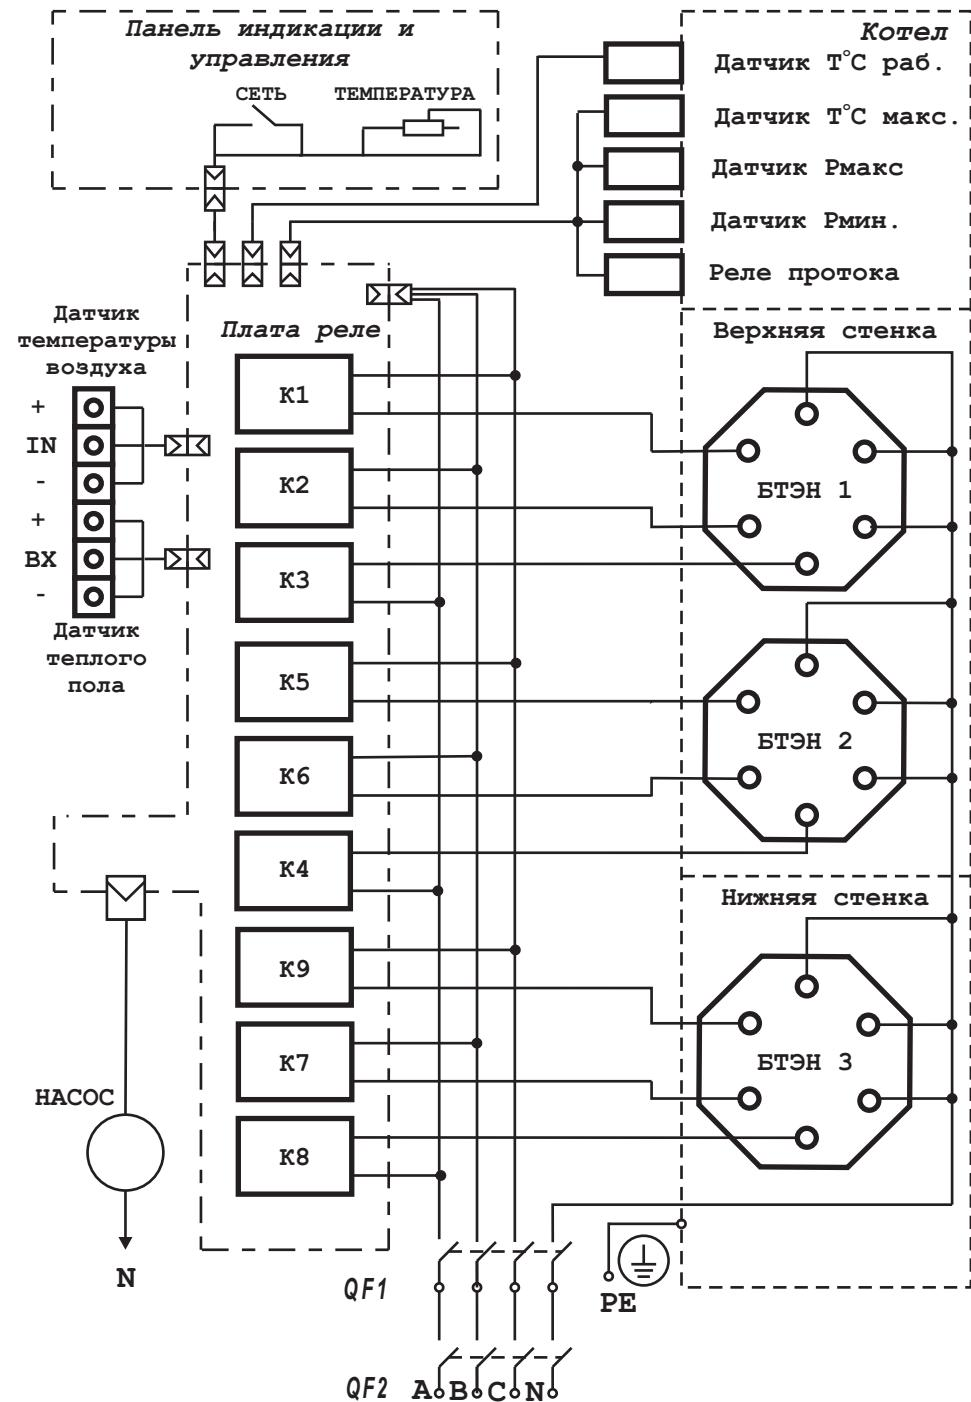

Рис. 5 Схема подключения
6.1.9 Подключение прибора к электрической сети производится в соответствии с Рис. 5 только через внешний автоматический выключатель QF2, с номинальным током (In) указанным в таблице 3 .